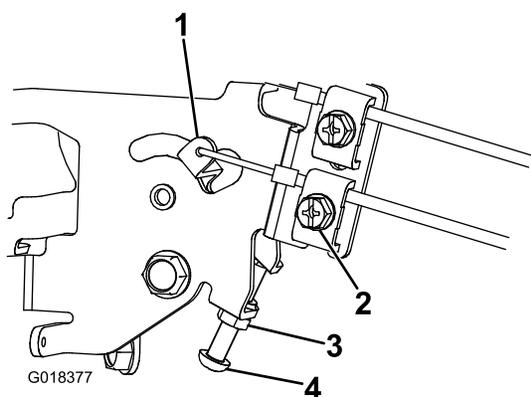

Bild 9
1. Lösen Sie die Sicherungsmutter und schrauben Sie die Schraube für den hohen Leerlauf um mehrere Umdrehungen heraus. Wenn Sie die Motordrehzahl an Zugmaschinen einstellen, die an den Modellen 02710 und 02711 angeschlossen sind, tauschen Sie die Schraube für den hohen Leerlauf gegen eine Schraube (M5 x 50) aus, die mit 02710 und 02711 ausgeliefert wird (Bild 9).
3. Drehen Sie die Schraube für den hohen Leerlauf so, dass das Schraubenende den Fahrgeschwindigkeitshebel leicht berührt; ziehen Sie dann die Sicherungsmutter an (Bild 9).